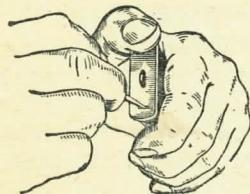
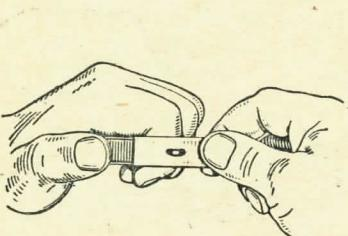

Рис. 83. Как утопить задержку крышки
Рис. 84. Как снять крышку магазина
5) разобрать магазин: взяв магазин в левую руку крышкой вверху и задней стенкой к ладони, заточенным концом спички (палочки) утопить зуб задержки (рис. 83) и одновременно большим пальцем левой руки сдвинуть крышку слегка вперед; большим и указательным пальцами правой руки снять крышку (рис. 84) за вы-